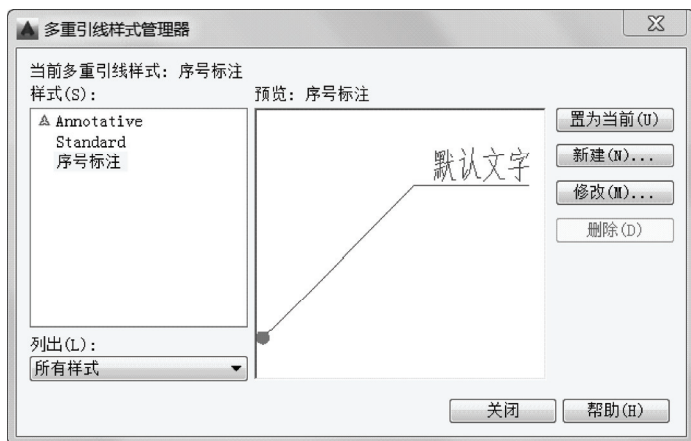

图 8-46 “多重引线样式管理器”对话框
⑤ 在“修改多重引线样式：序号标注”对话框中单击“确定”按钮，返回到“多重引线样式管理器”对话框，此时在“样式”列表框中可以看到新创建的多重引线样式，如图 8-46 所示。